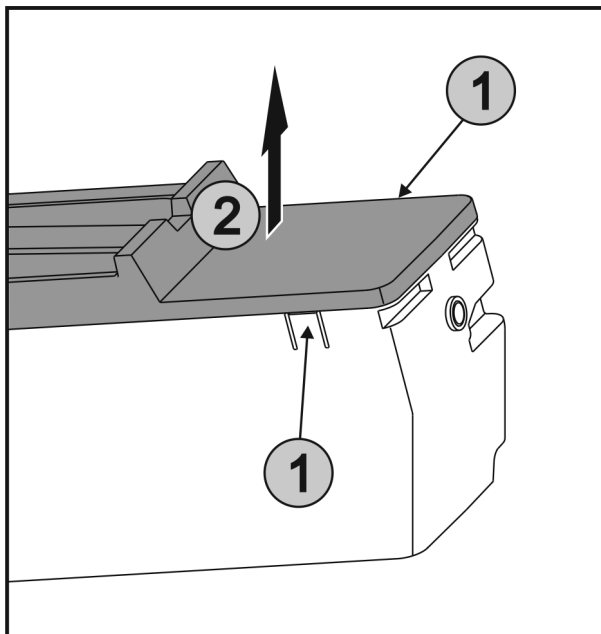

Fig. 42
- Premere contemporaneamente le linguette Fig. 42 (1) su entrambi i lati di EasyTwist-Ice e rimuovere la copertura sollevandola verso l'alto Fig. 42 (2).